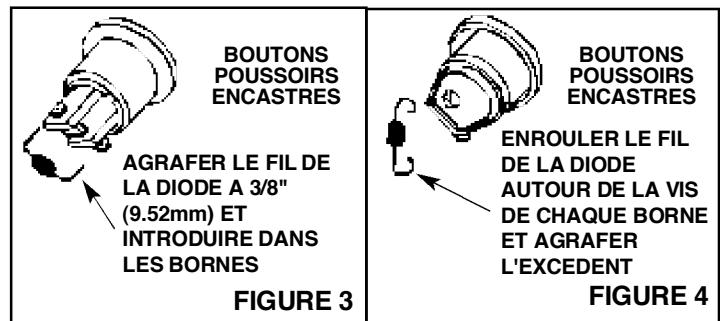

FIGURE 3
2. **Voir Figures 3, 4 and 5.** Brancher la diode aux deux extrémités sur le bouton poussoir, selon la forme de votre bouton poussoir.